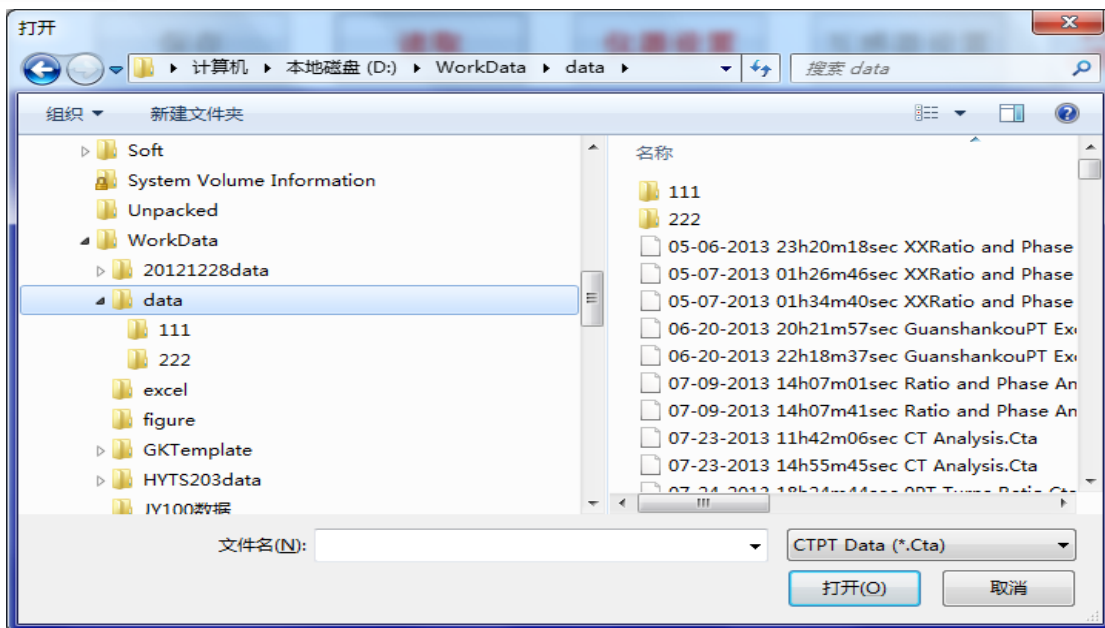

图 7.2 指定文件位置
- 1) 读取文件时 PC 数据分析软件需要用户指定文件所在位置如图 7.2
- 2) 保存文件时 PC 数据分析软件需要用户指定文件存储位置如图 7.2
- 3) 曲线对比窗口中读取参考曲线时需要用户指定参考文件所在位置如图 7.2
- 4) 曲线对比中复制图片时需要用户指定文件存储位置如图 7.2
- 5) 生成 WORD 报告时需要用户指定文件存储位置如图 7.2